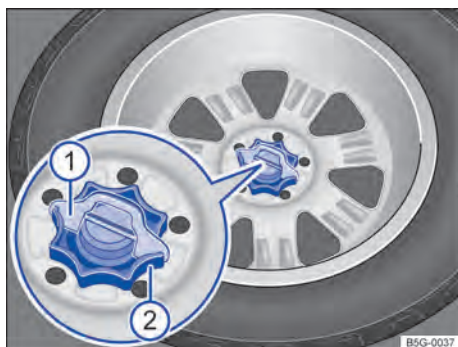

Fig. 257 No compartimento de bagagem: manípulo para fixação da roda sobressalente.
- Retirar o calço da trava contra torção → Fig. 257 ① puxando-o para cima.
- Desrosquear totalmente o manípulo localizado no meio da roda sobressalente → Fig. 257 ② no sentido anti-horário.
- Inserir o calço de proteção contra giro → Fig. 257 ① na fenda do pino rosqueável, de modo que o manípulo não possa ser mais girado.